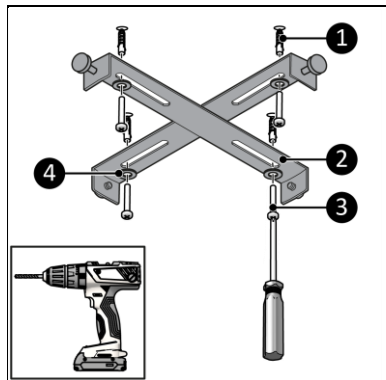

Abbildung 9
7. Platzieren Sie die Dübel in die vier Löcher (Abbildung 9, Pos. 1)
8. Verwenden Sie die Philips Kreuzschlitzschrauben (Abbildung 9, Pos. 3) und die Ringe (Abbildung 9, Pos. 4) um die Aufhängelasche (Abbildung 9, Pos. 2) an der Decke zu befestigen.